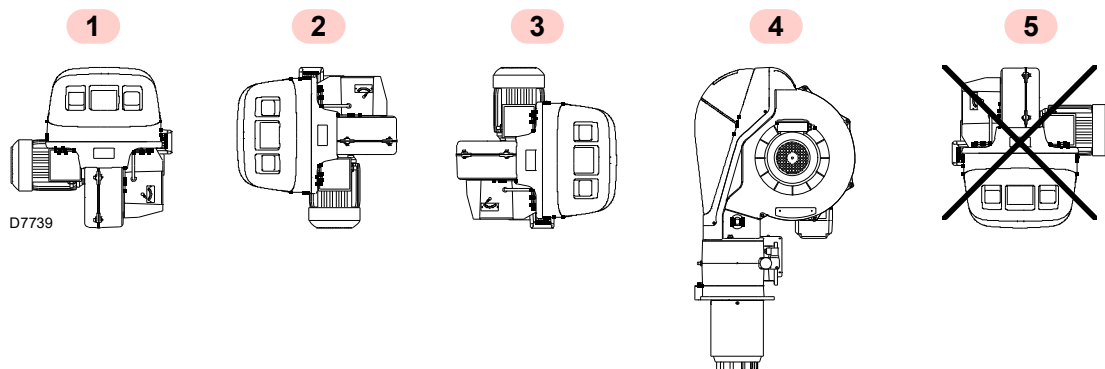

Рис. 13
- Горелка предназначена исключительно для функционирования в положениях 1, 2, 3 и 4 (Рис. 13).
В котлах с передним оборотом дымовых газов (рис. 13) или в двухходовых котлах защитите огнеупорным материалом (рис. 11) зону между огнеупорной частью котла (рис. 12) и жаровой трубой (рис. 10).